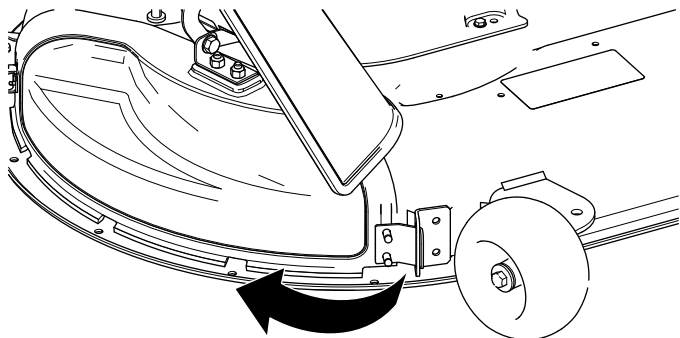

Figura 14
4. Pivotați capacul de evacuare în spate și spre punte, astfel încât capacul de evacuare să se alinieze cu puntea mainii de tuns iarba (Figura 14).